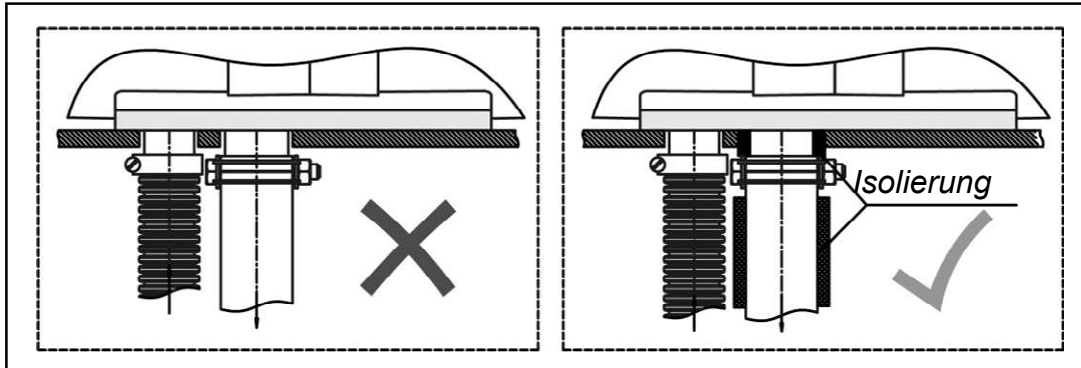

Abb. 16 – Installation zusätzlicher Hitzeisolierung
**Zusätzliche Hitzeisolierung muss überall da angebracht werden, wo der Auspuff durch den Boden oder Seitenwände des Fahrzeugs (Abb. 16) verläuft, um eine unnötige Brandgefahr zu vermeiden.**